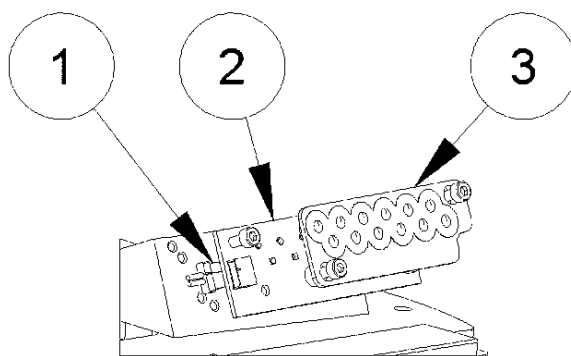

Figure 22 – Sostituzione del modulo LED (Ali di Soglia)
- scollegare il cavetto di alimentazione del modulo LED (Figure 22– n°1)
- rimuovere il modulo LED (Figure 22– n°2) e la relativa matrice lenti (Figure 22– n°3) dal supporto modulo LED
- ricollegare il cavetto di alimentazione al modulo LED (Figure 22– n°1)